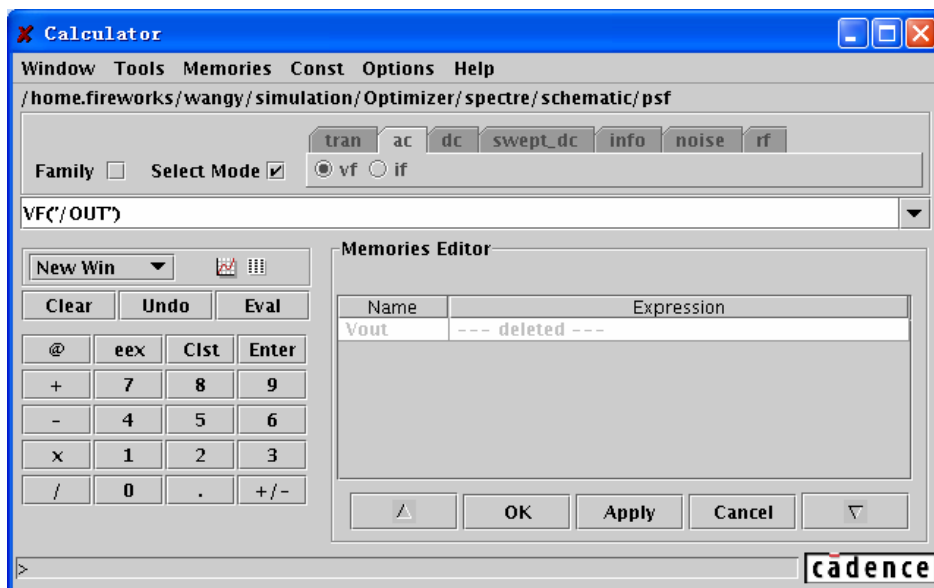

图 8.29 “Delete” 的使用与恢复
- “Delete”：删除存储项。在点击“OK”或“Apply”，确认删除前，被删除的存储项仅仅显示变灰，如图 8.29 所示。此时可以通过“Undelete”将其恢复。